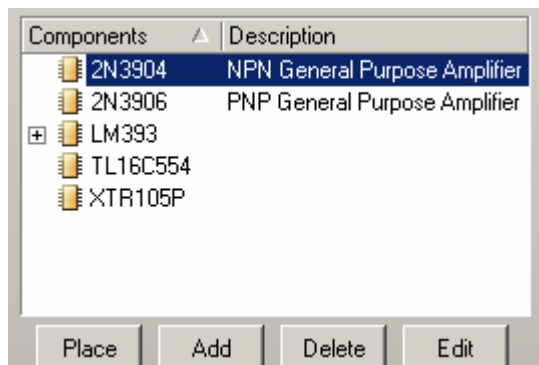

图 5.27 粘贴元件后的元件列表
(3) 单击“Extract Sources or Install”消息框中的“Extract Sources”按钮, 将该复合元件库分解。
(4) 在弹出的“Project”选项卡中双击“Miscellaneous Devices.SchLib”文件名, 在工作区打开该库文件。
(5) 单击工作区左侧的“SCH Library”选项页标签, 打开“SCH Library”选项页。
(6) 在“SCH Library”选项页中的元件列表中选择需要提取的元件名称, 利用键盘上的 Windows 的选择快捷键“Ctrl”键或“Shift”键能一次选择多个元件, 本例中选择的元件是“2N3904”和“2N3906”。
(7) 在元件列表中单击鼠标右键, 在弹出的右键菜单中选择“Copy”命令, 将所选的元件复制到剪贴板中。
(8) 打开 5.2.1 小节创建的元件库文件“custom.SchLib”。
(9) 单击工作区左侧的“SCH Library”选项页标签, 打开“SCH Library”选项页。
(10) 在“SCH Library”选项页中的元件列表中单击鼠标右键, 在弹出右键菜单中选择“Paste”命令, 将剪贴板中的元件原理图粘贴到原理图库中, 复制后的元件列表如图 5.27 所示。